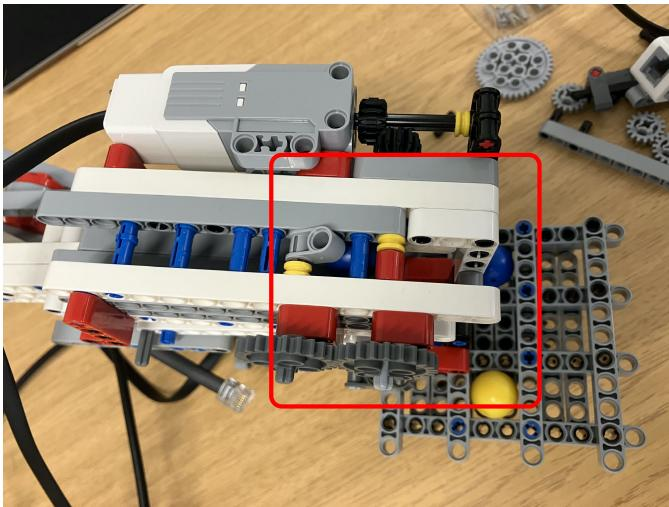
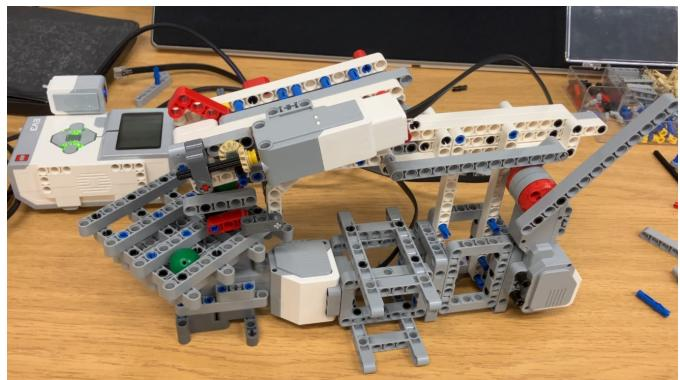

Abbildung 2. Kugelauswurf am Roboter
Abbildung 5. Alte Konstruktion des Kugelauswurfs. Mehrer Kugeln können gleichzeitig den Auswurf verlassen
4) *Kugelauswurf*: Das zweite Element des Arms ist weniger anfällig für Höhenunterschiede als der Farbsensor. Der Kugelauswurfmechanismus ermöglicht es dem Roboter, Kugeln auf dem Spielfeld zu platzieren. Hierfür wurde ein Kanal konstruiert, in den vor Spielbeginn maximal fünf Kugeln gelegt werden. Über einen versetzten Klappmechanismus werden die Kugeln dann einzeln auf das Spielfeld geworfen. Dieser Mechanismus ist in Abbildung 2 gut zu erkennen.
3) *Kugelaufwurf*: Bei der Konstruktion des Kugelauswurfs trat das Problem auf, dass zwei Kugeln gleichzeitig den Auswurf verließen. Versuche, dieses Problem durch eine schnellere Ansteuerung der Motoren zu lösen, schlügen fehl. Der Grund dafür war, dass nur ein L-Stück verwendet wurde, um die Kugeln am Verlassen des Kugellagers zu hindern. Dieses rote L-Stück ist in Abbildung 5 sehr gut zu erkennen. Die Konstruktion wurde ersetzt, so dass ein Auswerfen von mehreren Kugeln bereits mechanisch unmöglich war (siehe Abbildung 2). Am Ende bestand jedoch noch immer das Problem, dass sich manchmal Kugeln im Auswurfskanal verklemmten, da sie Unebenheiten auf der Kugeloberfläche aufwiesen. Komplett runde Kugeln wären hierfür eine geeignete Lösungsmöglichkeit.